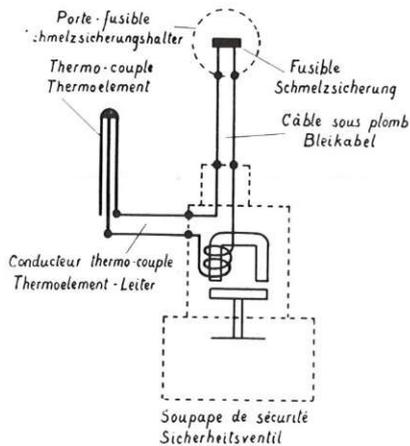
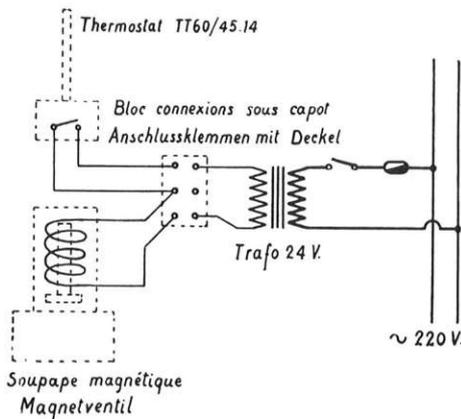
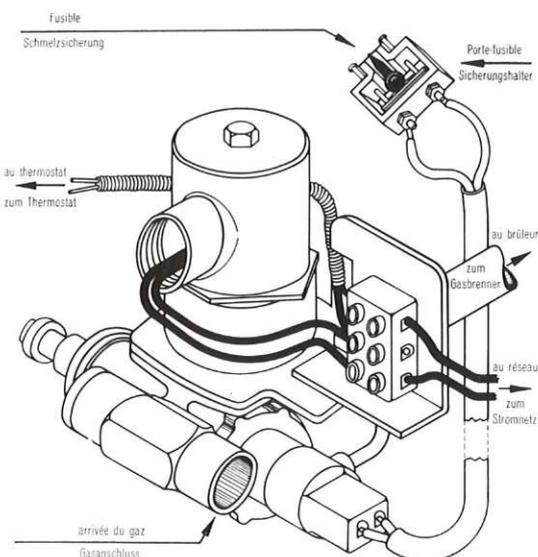

Fig. 1
Fig. 2
Fig. 3
3. Principe et fonctionnement (fig. 1)
Le porte-fusible en porcelaine est fixé à l'intérieur d'un logement placé sur la paroi du boiler. Ce porte-fusible est relié, par les deux conducteurs d'un câble spécial, à la prise montée sur la tête magnétique du dispositif de sécurité, selon le schéma fig. 1.
Pour les appareils munis de brûleurs à commande électrique ET 2, ET 4, ET 5, ET 12, ainsi que les Optimax G 30 et G 45, le circuit électrique de commande (fig. 2) et le circuit du dispositif de sécurité à la veilleuse et contre la surchauffe (fig. 1) sont totalement indépendants l'un de l'autre et fonctionnent avec des courants de tensions différentes. Il est important de ne jamais intervertir les conducteurs respectifs (fig. 3).